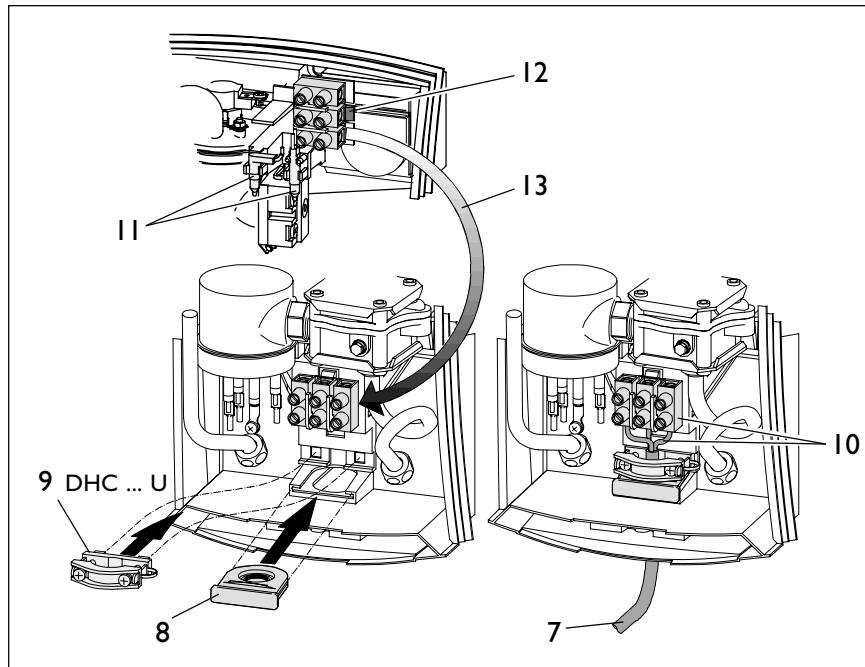
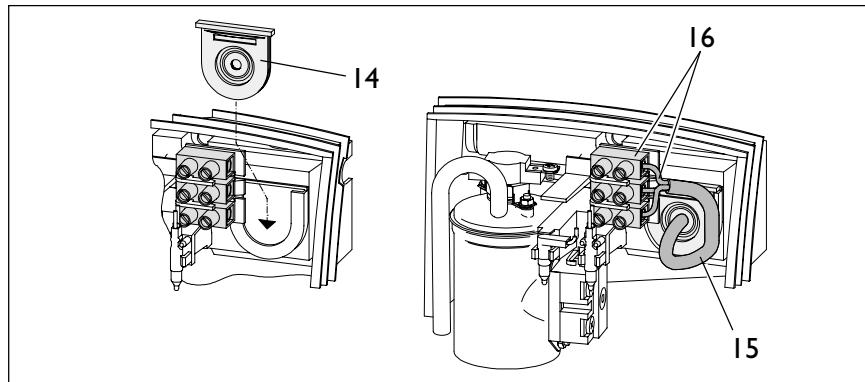

Рис. 16
Рис. 17
3. Электрический кабель укоротить в соответствии с рис. 16 и изолировать (кроме прибора DHC 3 U).
**⚠ Для защиты от попадания воды необходимо использовать уплотнение кабеля (рис. 16, поз. 8 и рис. 17, поз. 14).** Вырезать уплотнительную шайбу в соответствии с толщиной кабеля электроподключения.
### DHC 3 U (рис. 16)
### DHC 6 U(рис. 16)
- **Подключение в верхней части прибора/открытая или скрытая проводка** (рис. 17)
- Отжать фиксатор клеммной колодки (рис. 16, поз. 12), вынуть клеммную колодку и вмонтировать ее в нижней части прибора (поз. 13).